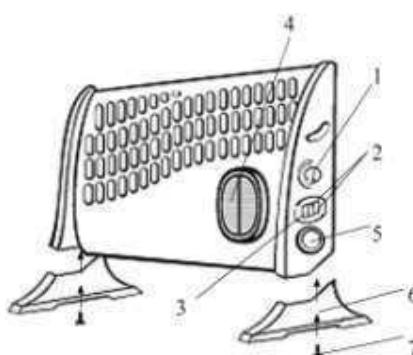
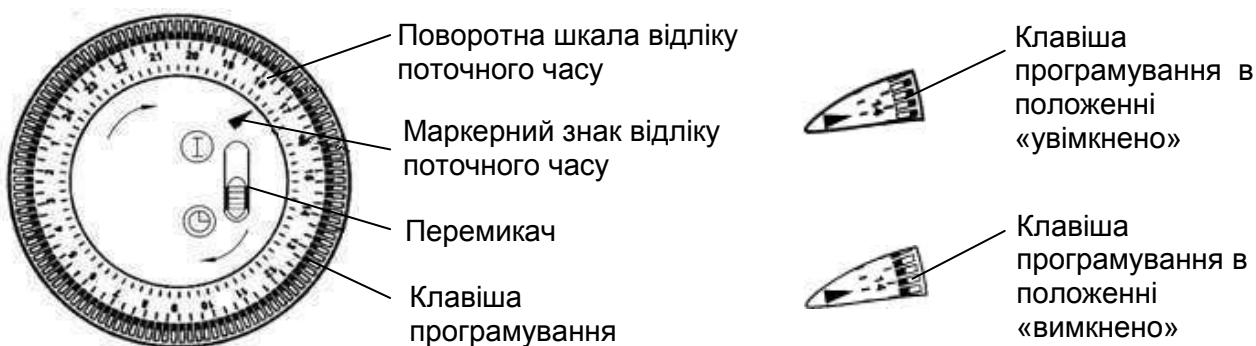

Рис.4
Рис. 5
5.5 Для експлуатації конвектора в мобільному варіанті встановіть опори (див. рис.4) і закріпіть їх гвинтами з комплекту поставки.
5.7 Переведіть клавіші ступінчастого регулятора потужності, клавішу вимикача вентилятора (для моделей з вентилятором) в положення «0», сполучіть «риску» на ручці термостата зі знаком * на корпусі конвектора (див. рис.4), встановіть перемикач таймера (для моделей з таймером) у положення «I» (див. рис.5). Конвектор готовий до роботи.
Клавішами програмування таймера (див. рис. 5) встановіть бажані інтервали часу «увімкненого» і «вимкненого» стану конвектора. Поворотом шкали відліку поточного часу таймера в напрямку стрілки встановіть поточний час, сполучивши його з маркерним знаком ▲ відліку поточного часу. У положенні «І» вимикача таймер вимкнений (що еквівалентно установці всіх клавіш програмування в положення «увімкнено»). Дискретність програмування часу – 15 хвилин (1 клавіша). Час програмування – доба (24 години). Число повторів виконання програми – не обмежено.
Демонтаж опор конвектора проводиться наступним чином: відкрутіть гвинти 7 кріпління опор 4 (див. рис.4) і зніміть опори.